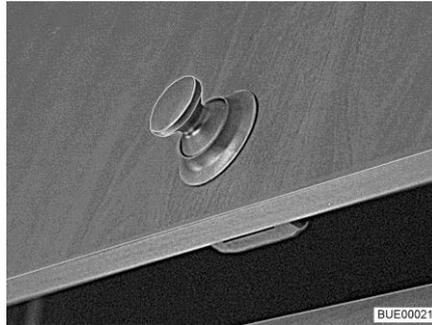
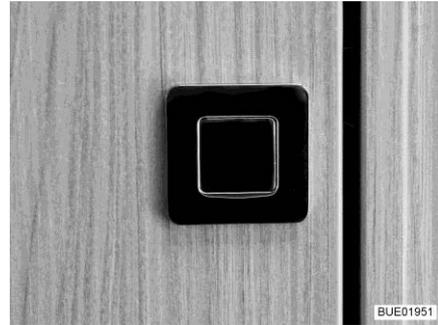

Bild 64 Möbelklappe mit Druckknopf (rund)
Bild 65 Möbelklappe mit Druckknopf (rechteckig)
- Innenteil des Schlosses drücken. Der Druckknopf (Bild 64 oder Bild 65) springt heraus.